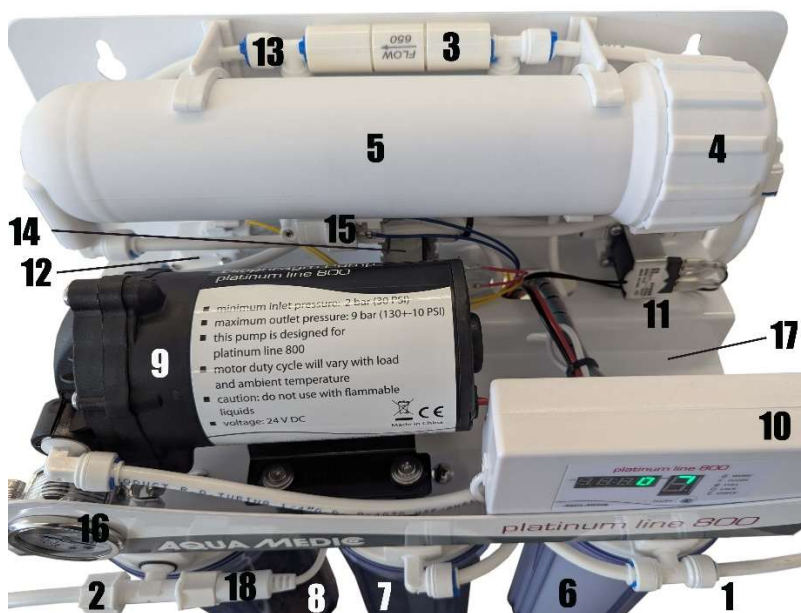

Рис. 4: platinum line 800
- **Нет осмоса или сточных вод:** это может быть связано с выходом из строя первого электромагнитного клапана (рис. 4 № 11), сбоем датчика давления (рис. 4 № 12 или 15) или с заблокированной диафрагмой. Отправьте прибор через дилера для ремонта.
ли электромагнитный клапан под промывочным клапаном (рис. 4 № 14). В таком случае прибор должен быть отправлен на ремонт.
- **Вытекает слишком мало воды:** соотношение чистой / сточной воды ниже 1: 1. Проверьте, не засорен ли предварительный фильтр или промывочный клапан. В случае необходимости – замените. Проверьте, закрывается ли электромагнитный клапан под промывочным клапаном (рис. 4 № 14) после процесса промывки при включении системы. Если нет, верните прибор дилеру для ремонта.
- **Напор воды слишком низкий:** проверить повышающую давление помпу и при обнаружении дефектов заменить. В случае неисправного вакуумного выключателя система также не запускается: замените вакуумный выключатель (рис. 4 № 15).
- **Не вытекает ни чистая, ни сточная вода:** проверьте, открывается ли электромагнитный клапан (рис. 4 № 11). Если нет, верните прибор дилеру для ремонта.